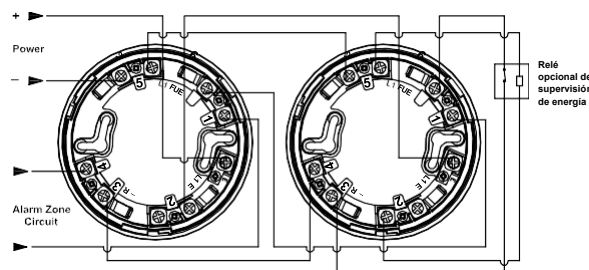

Fig. 2: Conexiones de cableado base de 4 hilos
b. Véase la Fig. 2 para detectores que usan bases de 4 hilos.